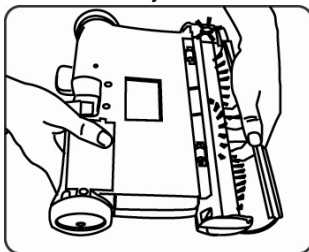

Fig. 12
11. Vuelva a colocar la cubierta del cepillo (Fig. 12)
4. De vez en cuando, quite la cubierta transparente del cepillo del frente de la barredora y saque la acumulación de pelusa, pelos o fibras del cepillo giratorio. Para quitar la cubierta, agárrela por debajo, tire hacia fuera y hacia arriba hasta que se desenganche de las ranuras laterales y de las pestañas de la parte superior. Corte cuidadosamente los hilos y cabellos con una tijera. (Fig. 12)